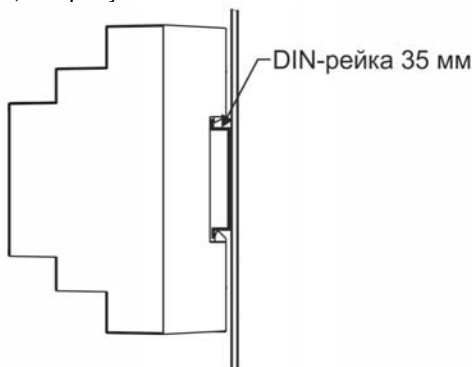

Рисунок 18
- Установить контроллер на DIN-рейку 35мм, предварительно закрепленную на вертикальной поверхности, см. рисунок 18.